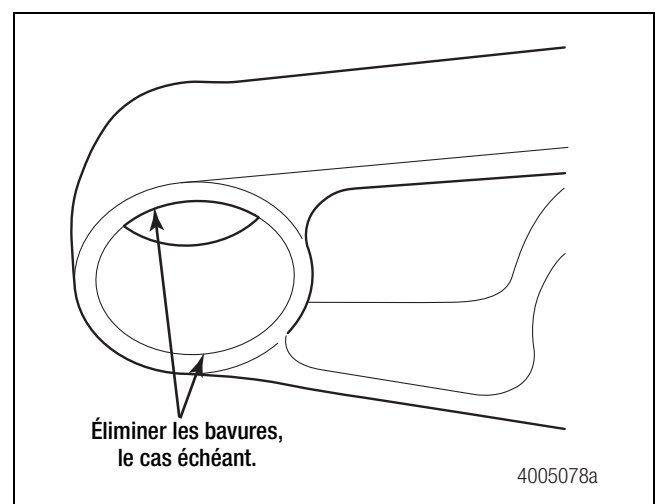

Figure 1
Figures 1 et 2.
21. Retirer les bagues et manchons internes. Éliminer toute bavure et nettoyer l'alésage des extrémités du bras de suspension supérieur. Figures 1 et 2.